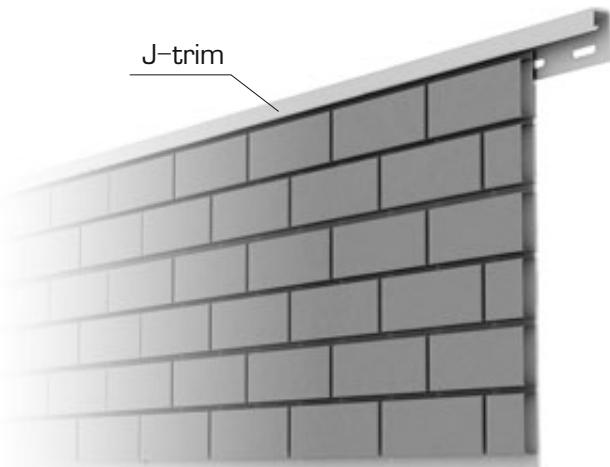

рис. 7
- Если Вы хотите сделать выступ и выделить фасадные панели, то в качестве начальной планки можно использовать планку J-профиль, которая будет служить своеобразным бортиком на стене вашего дома (рис. 7).